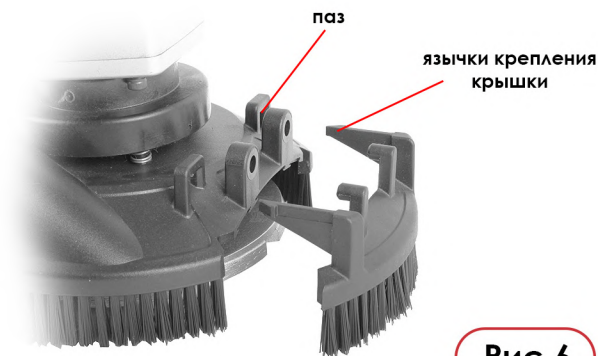

Рис.6
2. Сожмите язычки крепления крышки так, что бы они свободно вышли из пазов (Рис. 6).